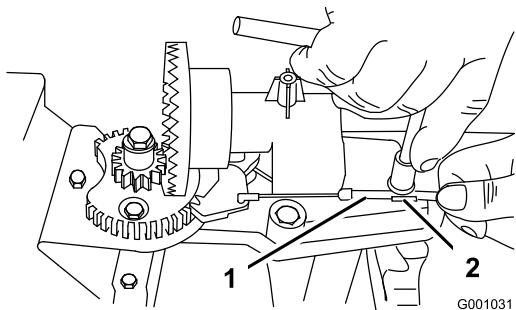
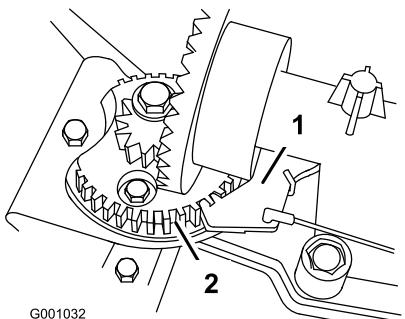

Figura 48
Figura 49
- Allentate il bullone sul serrafile per cavi (Figura 48).
- Afferrate la guaina del cavo e spostatela verso la parte anteriore della macchina finché il fermo del cammino di scarico non s'innesta completamente nei denti degli ingranaggi (Figura 48 e Figura 49).
Nota: Il fermo a molla si inserisce automaticamente tra i denti degli ingranaggi (Figura 49).